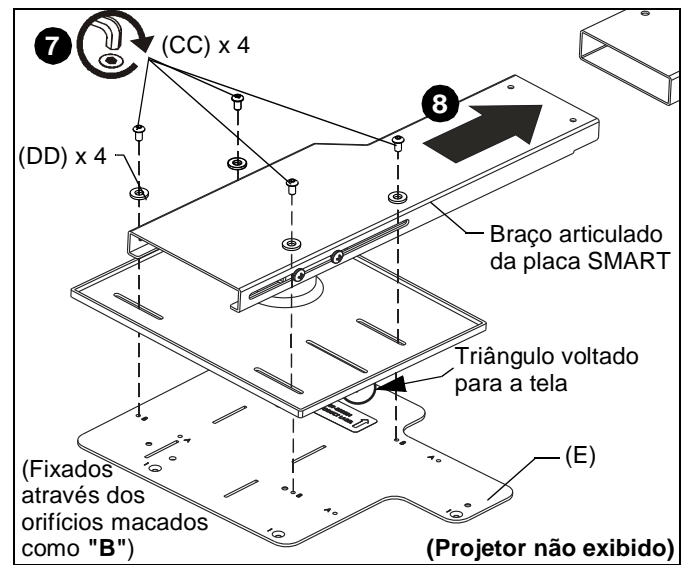

Figura 10
7. Utilizando quatro parafusos de cabeça abaulada (CC) e quatro arruelas M4 (DD), prenda o suporte de interface (E) com o projetor fixado à extremidade do Braço articulado da placa SMART através dos orifícios de montagem marcados como "B". (Ver Figura 10)
8. Seguindo as informações na Tabela 2, deslize o braço articulado da placa SMART no suporte da placa SMART no local correto para a extensão e altura do braço, de acordo com o modelo do projetor e da placa SMART. (Ver Figura 10)